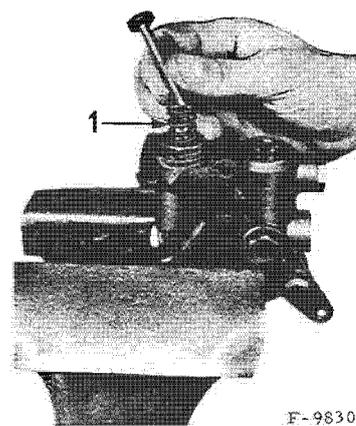

Fig. 14. - Poussoir de modulation
- Le poussoir (voir fig. 14) de modulation qui traverse le bouchon fileté agit sur le fond de la partie creuse du clapet,
- Un ressort de rappel (1, fig. 14) prend appui sur le bouchon fileté,